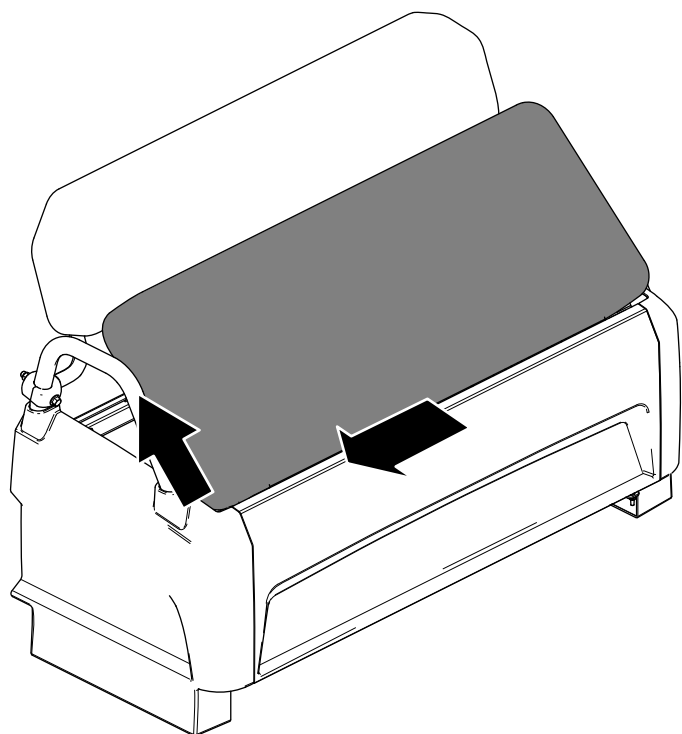

図 35
2. クッションを横にスライドさせてピンから外して上に抜き取る 図 35。